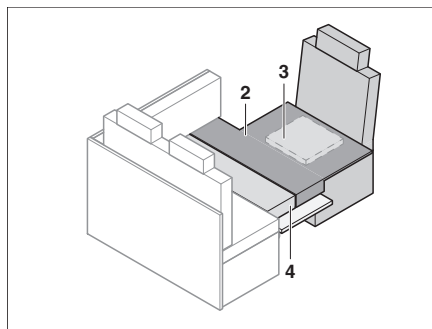

Bild 160 Nach dem Umbau
- Zusatzipolster wie in Bild 160 gezeigt auflegen.